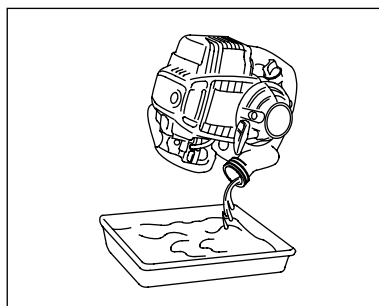

Рис. 9
2. Слейте топливо из топливного бака в подходящую емкость (рис. 9).